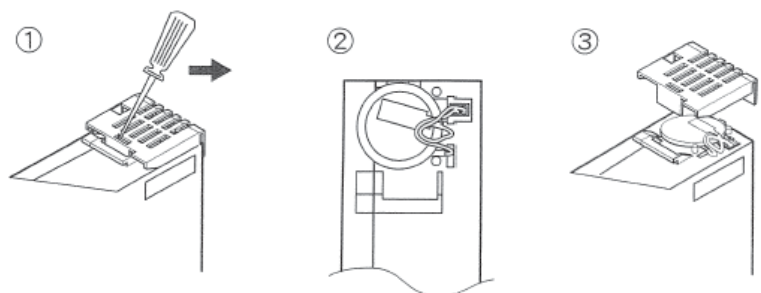

Fig. 18: Sostituzione della batteria del modulo CPU
- Il livello di carica della batteria tampone dell'orologio in tempo reale viene rilevato dal sistema e, se necessario, segnalato. Oltre a ciò si consiglia un ciclo di rotazione di 12 mesi. A tale scopo sostituire la batteria del modulo CPU (vedi fig. 18).